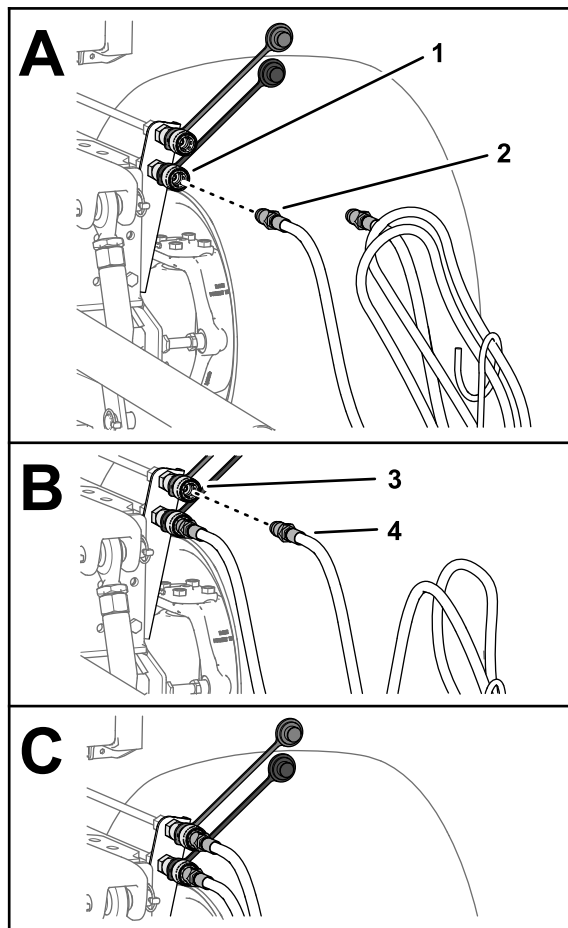

Figure 31
7. Branchez le raccord rapide du flexible de déploiement de l'outil au raccord rapide sur le circuit de déploiement (**Figure 31**).
8. Branchez le raccord rapide du flexible de rétraction de l'outil au raccord rapide sur le circuit de rétraction (**Figure 31**).